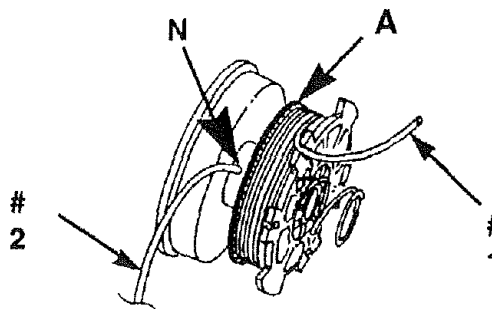
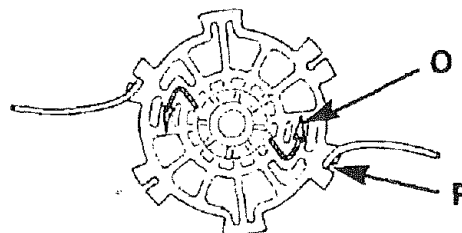

Fig. 3
Fig. 4
2. Extraiga el carrete de la cabeza de la cuerda (Nota: mantenga el resorte (B) unida al carrete). Extraiga la cuerda vieja que quede en el carrete. (Consulte Fig. 3, página 27)
3. Introduzca una longitud de 11 pies de cuerda por el orificio de anclaje (G) existente en el carrete, tal y como se indica en el gráfico (consulte Fig. 3). Enrolle la cuerda #1 en el espacio superior en el sentido contrario al de las agujas del reloj, tal y como lo indican las flechas existentes en la pestaña (H) (consulte Fig. 4) y pase el extremo de la cuerda por la abertura (I) que se encuentra en la pestaña superior del carrete (consulte Fig. 4). Pase la cuerda a través de las aberturas unas 6 pulgadas (15cm). Una vez que haya terminado de enrollarla, deberá haber una separación de, como mínimo, 1/4" (6mm) entre la cuerda enrollada y el borde exterior del carrete. **NO LLENE EL CARRETE EXCESIVAMENTE.**